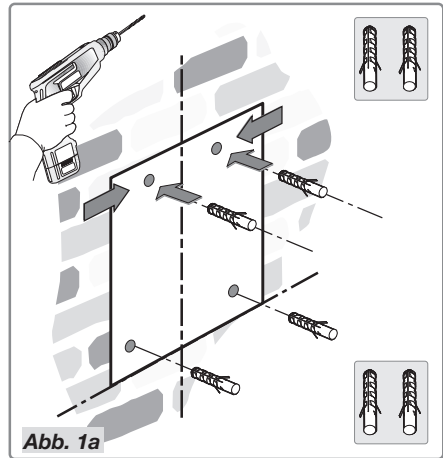

Abb. 1a
- Halten Sie die Schablone gegen die Wand und sorgen Sie dafür, dass ihr Umriss mit dem vorher auf die Wand gezeichneten Umriss übereinstimmt. Zeichnen Sie die Position der Bohrlöcher ein und bohren Sie die Löcher (Abb. 1a).